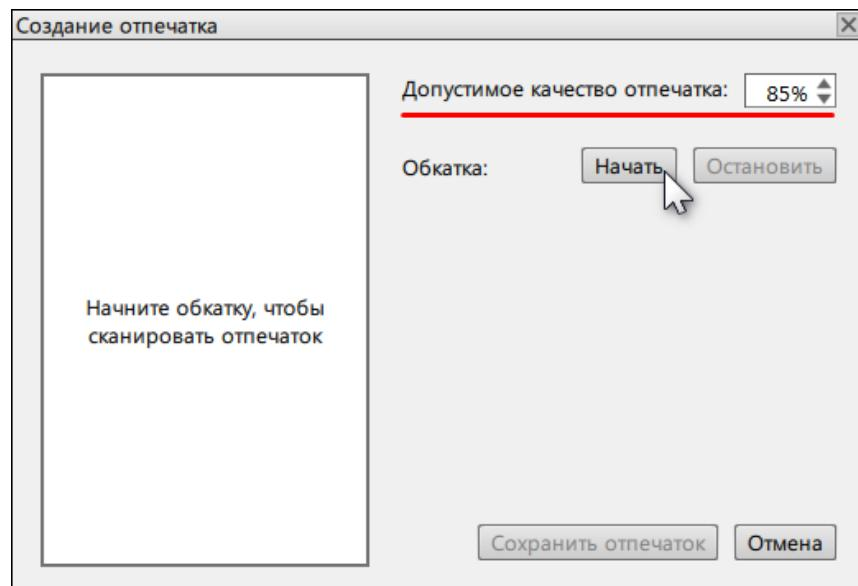

Рисунок 198 - Создание отпечатка
3. Укажите допустимое качество отпечатка (по умолчанию 85%) и нажмите **Начать** (Рисунок 198).